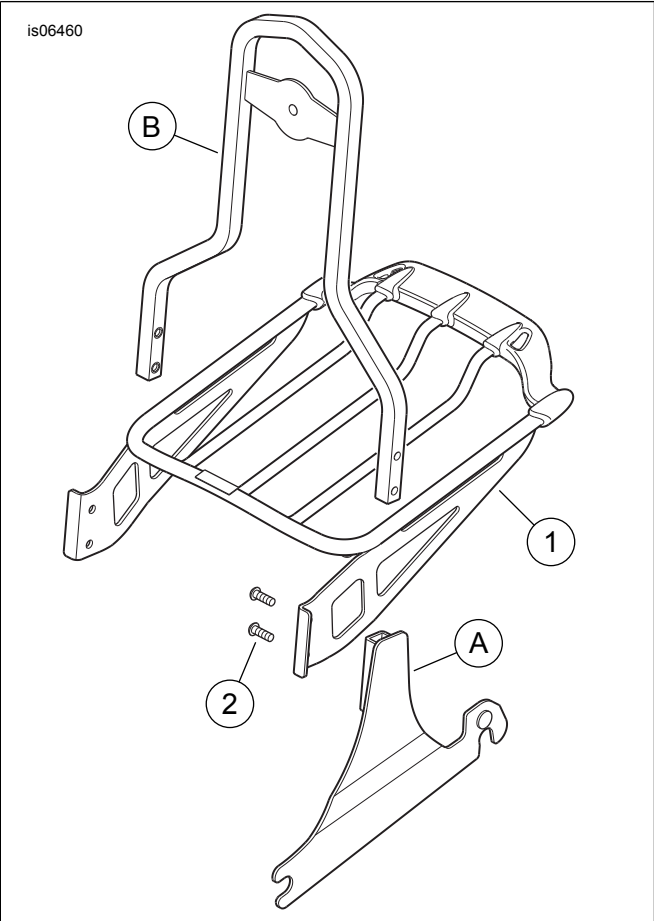

Figura 1. Peças de reposição, Bagageiro removível Air Wing
Veja Figura 1 e Tabela 1.
1. Veja Figura 1. **Solte** os dois parafusos TORX 3/8-16 dianteiros que fixam as chapas laterais de montagem rígida (A).
3. Levante o conjunto da sissy bar/chapa lateral para ter acesso aos parafusos (2) que fixam a sissy bar (B) às chapas laterais.